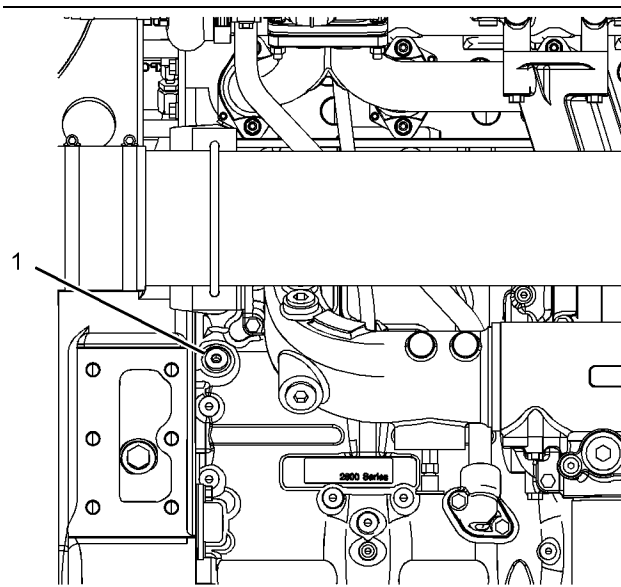

Abbildung 28
Für den Anschluss an das Motorölsystem den in Abbildung 28 dargestellten Stopfen entfernen. Das Verbindungsteil benötigt die Maße 9/16" x 18 TPI (Gangzahl je Zoll). Darauf achten, dass die richtige Ölsorte verwendet wird; zu weiteren Informationen siehe dieses Betriebs- und Wartungshandbuch, "Flüssigkeitsempfehlungen". Wenn die Motorinnenflächen geschmiert sind, Verbindungsteil entfernen und Stopfen (1) einschrauben. Den Stopfen mit einem Anziehdrehmoment von 30 N·m (265 lb in) festziehen. Perkins empfiehlt, das Verfahren bei einer Umgebungstemperatur von mindestens 10° C (50° F) durchzuführen.